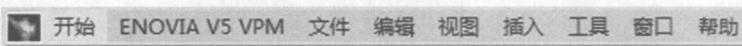

图 1-2 CATIA 主菜单
CATIA 主菜单如图 1-2 所示。
① 单击主菜单（如图 1-2）“文件”→利用子菜单分别完成“新建”、“打开”、“保存”等操作。